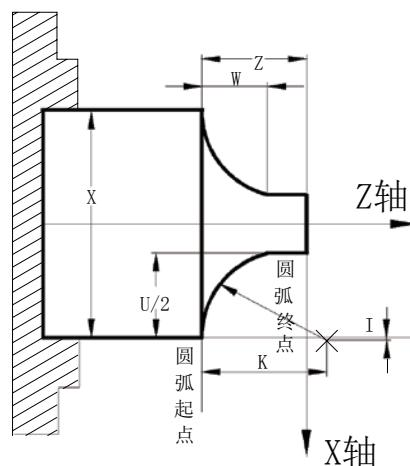
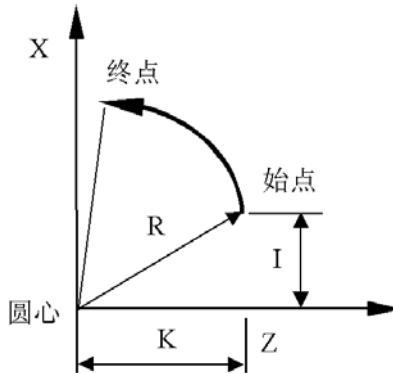

图 3-5 G03 轨迹图
图 3-6
**代码功能：** G02 代码运动轨迹为从起点到终点的顺时针（后刀座坐标系）/逆时针（前刀座坐标系）圆弧，轨迹如图 3-5 所示。G03 代码运动轨迹为从起点到终点的逆时针（后刀座坐标系）/顺时针（前刀座坐标系）圆弧，轨迹如图 3-6 所示。
K 为圆心与圆弧起点在 Z 方向的差值。圆弧中心用地址 I、K 指定时，其分别对应于 X、Z 轴 I、K 表示从圆弧起点到圆心的向量分量，是增量值；如图 3-6 所示。